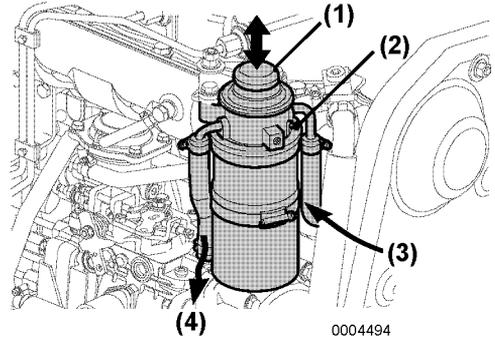

Abbildung 6
3. Lösen der Entlüftungsschraube (Abbildung 6, (2)) um zwei bis drei Umdrehungen.
4. Ansaugpumpe (Abbildung 6, (1)) betätigen, um an der Entlüftungsschraube zu entlüften.